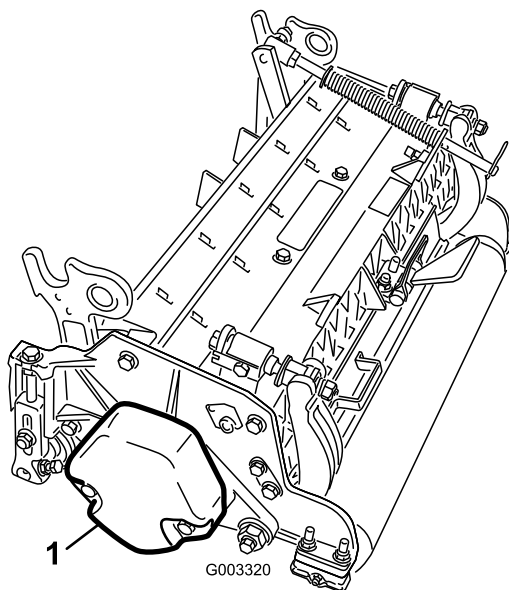

図 6
1. 2番と4番のカuttingユニットでは、カウンタ・ウェイトをカuttingユニットの左側に固定しているキャップスクリュ（2本）を取る。カウンタ・ウェイトを取り外す（図 6）。